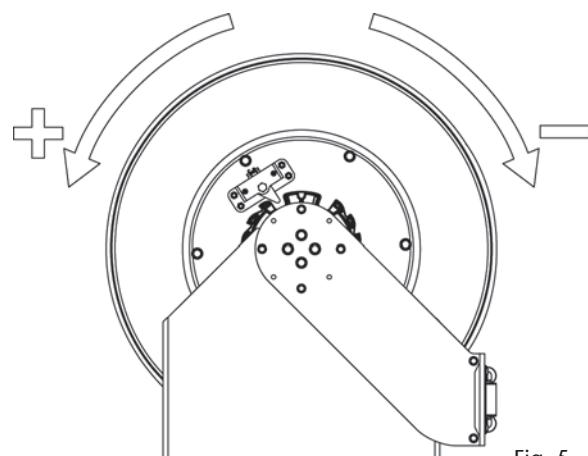

Fig. 5
6. Apply the pre-tension to the power spring by turning the spool the number of turns indicated below, depending on the power spring version and the hose length (fig. 5):
6. Aplique la pre-tensión al resorte, girando el tambor el nº de vueltas indicado, dependiendo del resorte y la longitud de manguera (fig. 5):
- Pour appliquer la pré-tension du ressort, tourner le tambour le nombre de tours indiqués dans le tableau ci-dessous en fonction de la puissance du ressort et de la longueur du flexible (fig. 5):
- Spannen Sie die Schlauchfeder vor, indem Sie abhängig vom Trommelfedertyp und der Schlauchlänge die angegebene Anzahl von Drehungen an der Schlauchtrommel ausführen (Abb. 5).
4. Turn the spool to increase or decrease the power spring tension (fig. 5).
4. Haga girar la bobina para incrementar o disminuir la tensión (fig. 5).
4. Faites tourner l'enrouleur pour augmenter ou diminuer la tension du ressort (fig. 5).
4. Drehen Sie die Schlauchtrommel, um die Federspannung zu erhöhen oder zu reduzieren (Abb. 5).